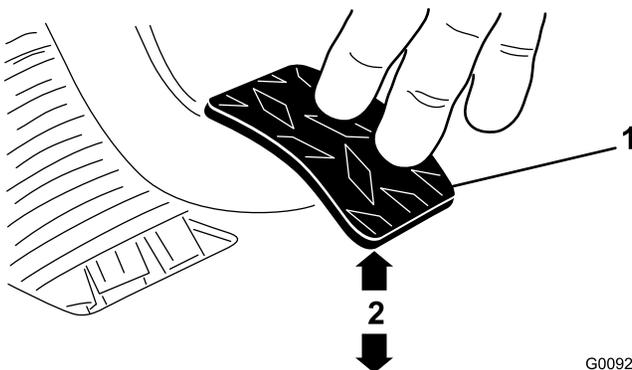

Figura 74
3. Ajuste as porcas ou as juntas até que a extremidade traseira do pedal de embraiagem esteja a $9,5 \pm 3$ mm da parte superior da chapa do piso, aplicando uma força de 1,8 quilos no pedal (Figura 74).